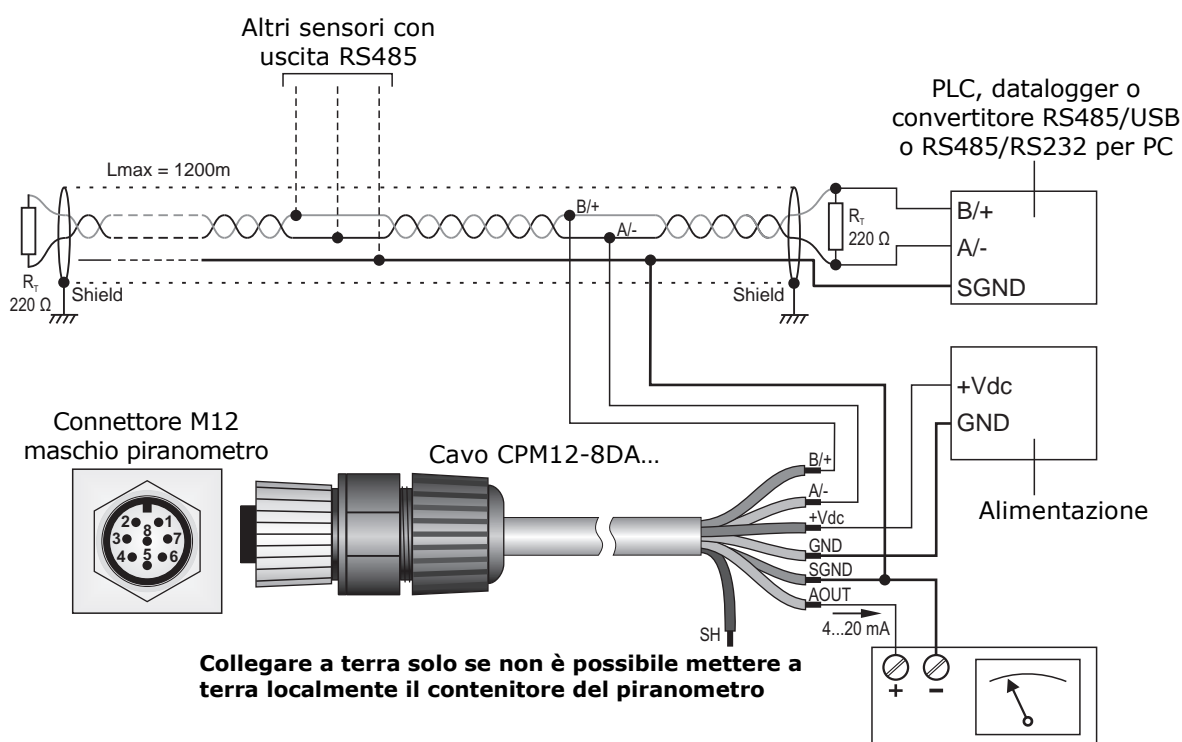

Fig. 4.6: connessioni LPPYRA13ACS[4]
- Un'uscita **4...20 mA**, che richiede alimentazione esterna **10...30 Vdc**. Va connessa a un alimentatore e a uno strumento con ingresso 4...20 mA secondo lo schema in fig. 4.6. La resistenza di carico dello strumento di lettura del segnale deve essere $\leq 500 \Omega$.
- Un'uscita **RS485 Modbus-RTU**, che richiede alimentazione esterna **5...30 Vdc**. Va connessa a un alimentatore e a un PLC, a un datalogger o a un convertitore RS485/USB o RS485/RS232 per PC secondo lo schema in fig. 4.6. L'uscita RS485 non è isolata.